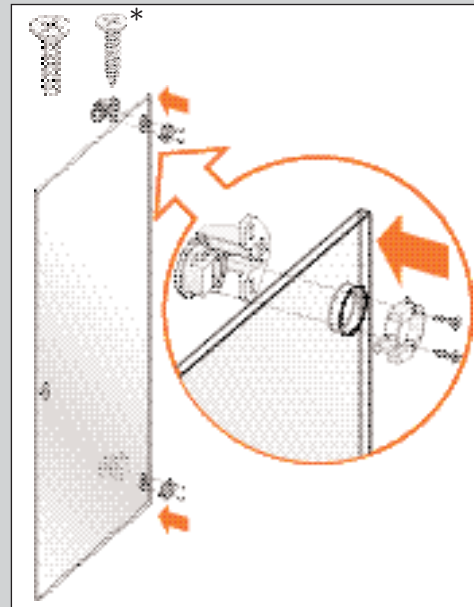

ABBILDUNG 24
- Stecken Sie das Befestigungsteil der Scharniere durch das Loch in der Tür (siehe Abb. 24). Achten Sie bei Mattglas auf Vorder- und Rückseite. Die Vorderseite ist glatt.
- Setzen Sie an der Vorderseite der Tür die Kunststoffkappe auf das Scharnier und setzen Sie die Schrauben ein (siehe Abb. 24).
Verwenden Sie die abweichenden Schrauben* (Abb. 24) bei den Zwischentüren.